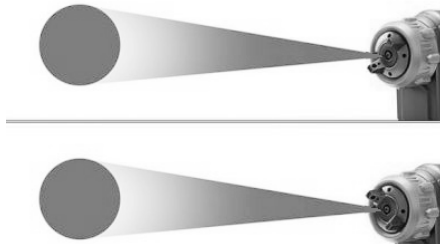

Рисунок 3
4.6 Регулятором орієнтації та форми факела (2) оберіть необхідне положення (дивіться рисунок 3).